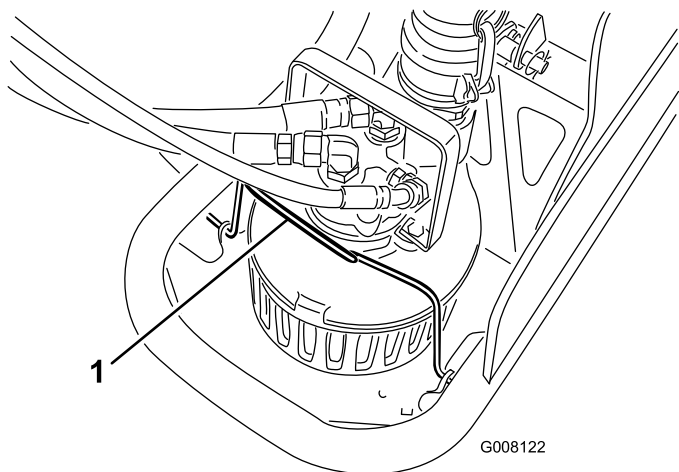
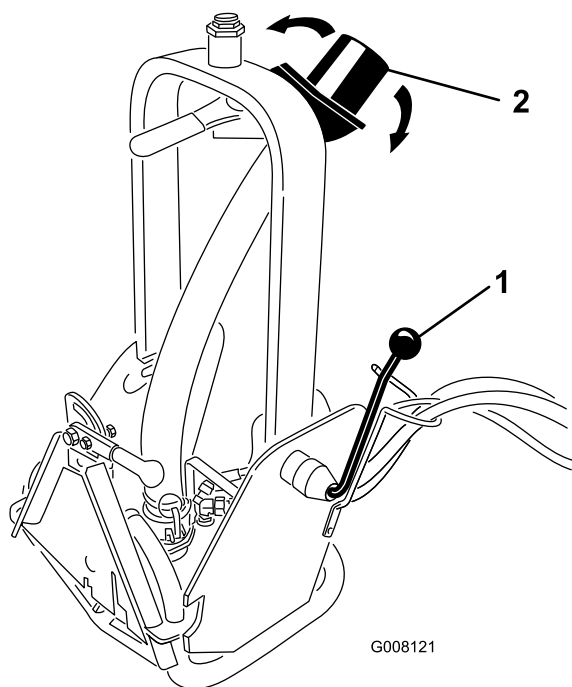

Figura 9
Figura 10
2. Prima di avviare il funzionamento, verificate che la fascetta di fermo della pompa (Figura 9) e la maniglia di blocco (Figura 10) siano ben salde.